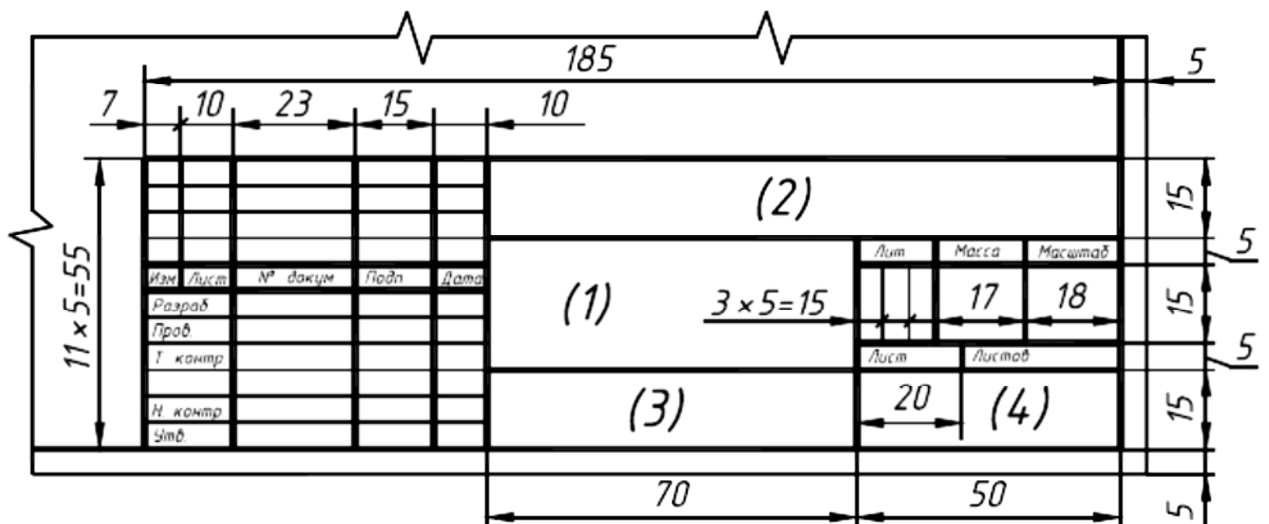

Рисунок 2 – Основная надпись
1. Графическое задание выполняется на листе формата А3 (297x420). Оформление формата приведено на рисунке 4. Граница формата, выполненная сплошной тонкой линией, симметрично вписывается в чертежный лист. Рабочее поле листа ограничивается рамкой, которая проводится на расстоянии 5 мм от верхней, нижней и правой стороны формата и на расстоянии 20 мм от левой ее стороны, сплошными основными линиями. В правом нижнем углу формата располагается основная надпись, форма, размеры и порядок заполнения определен ГОСТ 2.104-68 (рисунок 2).
7. Заполнить основную надпись чертежа в соответствии с ГОСТ 2.104-2006. Обратите внимание на разную толщину линий основной надписи (рисунок 2).